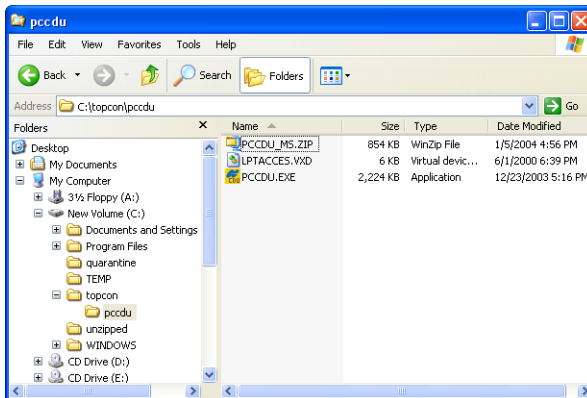

Figura 2-1. Extraer Programa y Crear Acceso Directo
3. Extraiga el archivo PCCDU.EXE y el archivo *.dll asociado a la carpeta de PC-CDU (Figura 2-1).
4. Cree un acceso directo en el escritorio de la computadora para un acceso rápido a PC-CDU (Figura 2-1).